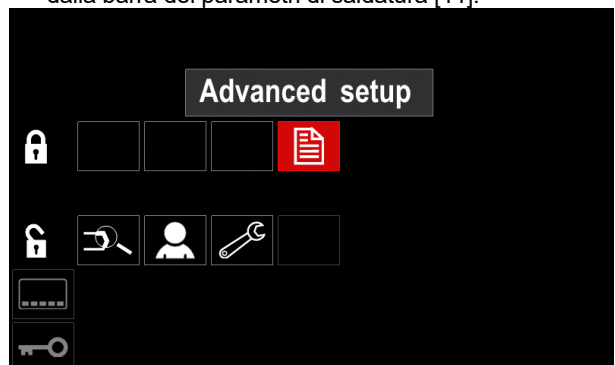

Figura 49
- Premere il Comando destro [3]. L’icona del parametro scelto scompare dalla parte inferiore del display (Figura 49). Questo parametro è scomparso anche dalla barra dei parametri di saldatura [11].